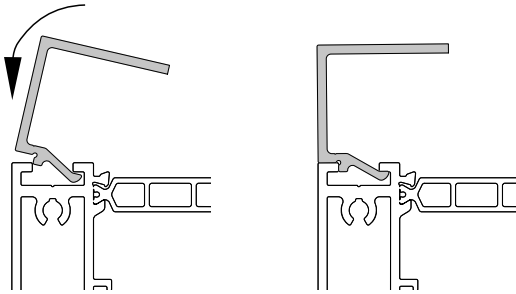
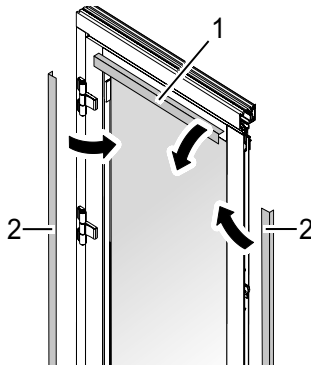

Abb. 34: Glasleiste montieren
Abb. 36: Glasleisten einsetzen
3. Glasleiste (Abb. 34) schräg in das Profil einsetzen und an der Vorderkante runter drücken.
5. Glasleiste auf der gegenüberliegenden Stirnseite (Abb. 36/1) schräg in das Profil einsetzen und an der Vorderkante runter drücken (Abb. 34).
7. Glasleisten und Dichtungen an den Längsseiten (Abb. 36/2) einsetzen.